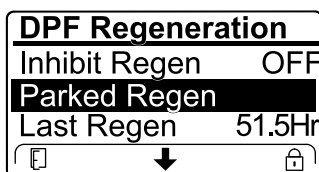

Figura 50
- Si la computadora del motor solicita una regeneración de recuperación, o si está procesando una regeneración de recuperación y usted se desplaza hasta la opción REGENERACIÓN ESTACIONARIA, la regeneración estacionaria se bloquea y el icono de bloqueo (Figura 50) aparece en la esquina inferior derecha del InfoCenter.